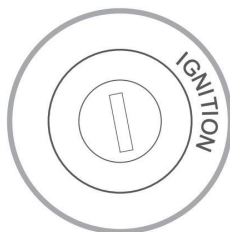

Figure 3-8
3.7 Mettez le contact sur la position « ON » (voir Figure 3-8)